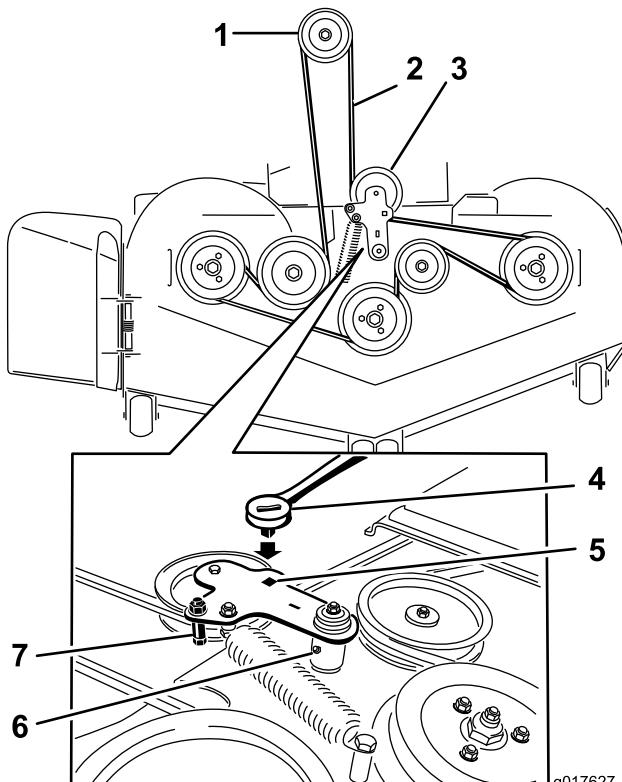

図 80
- フロアパンを持ち上げて、デッキアイドラの四角い穴にラチェットを差し込む（図 80）。
- デッキアイドラを右に回転させて刈り込みベルトを外す（図 80）。